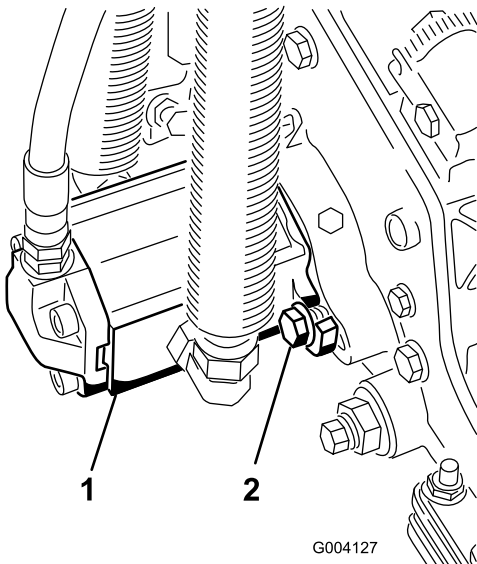

Figure 14
16. Montez le moteur en le tournant dans le sens horaire jusqu'à ce que les brides passent les boulons (Figure 14). Tournez le moteur dans le sens antihoraire jusqu'à ce que les brides encerclent les boulons, puis serrez les boulons.